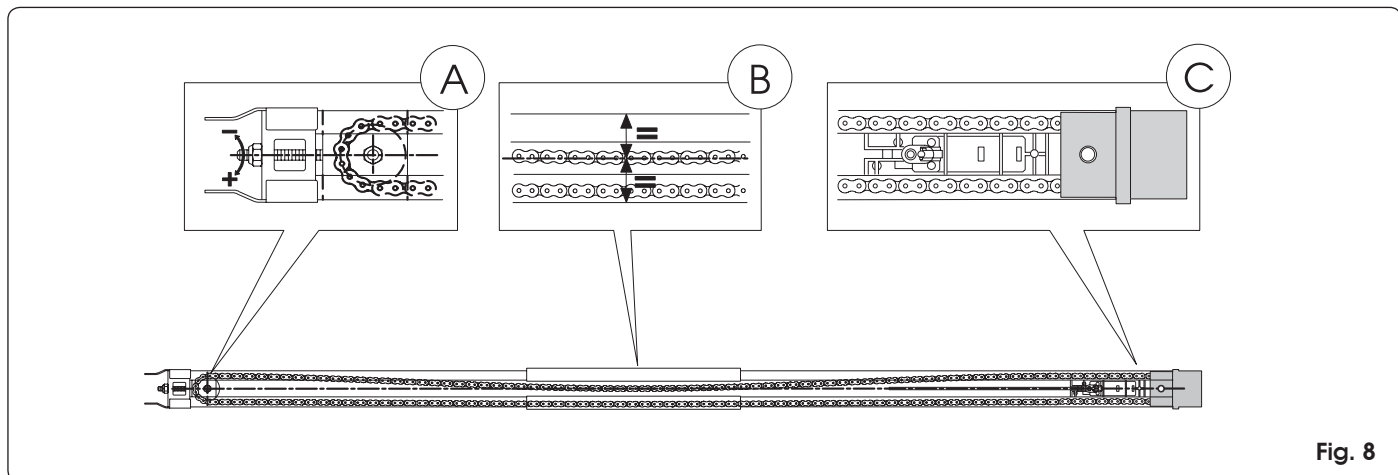

Fig. 8
- 5) Inclíne la guía de deslizamiento sobre el lado (Fig. 8)
- 6) Empuje el carro hasta que quede cerca del grupo de acoplamiento tracción (Fig. 8 ref. C).
- 7) Regule el tensor (fig. 8 ref. A) de modo que la zona central del bucle, formada por el tramo superior de la cadena, coincida aproximadamente con la línea media central de la guía de deslizamiento (Fig. 8 ref. B)